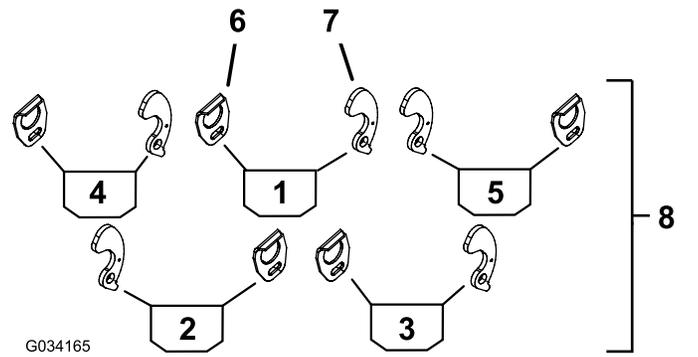
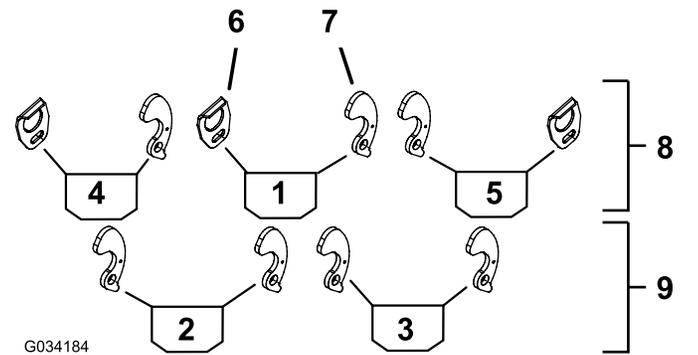

図3
図4
2. キャリアフレームにバスケットガイドとバスケットブラケットを取り付ける位置については 図3または図4を参照のこと。
注 図3 はリールマスター 5210/5410/5510/5610 シリーズ用。図4 はリールマスター 3550シリーズと5010-Hシリーズ用。
3. 各キャリアフレームの該当する側にバスケットガイドを取り付ける 図3 ボルト 5/16 x 1/2 インチ平ワッシャ 3/8 x 7/8 インチ各1を使用する。各コンポーネントは 図5 のように組み付ける。